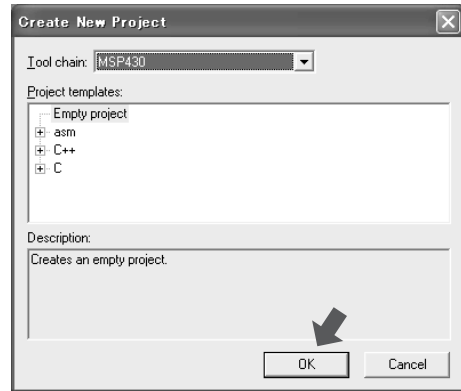

図 3-4 プロジェクトの構成が表示される
(2) 「Create new project」ダイアログ(図3-4)ではそのまま「OK」をクリックします。